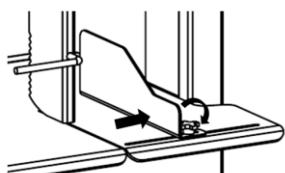
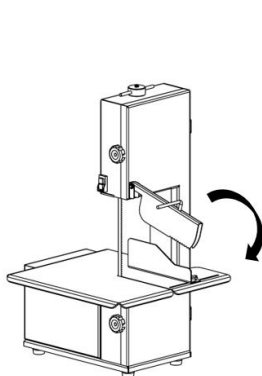
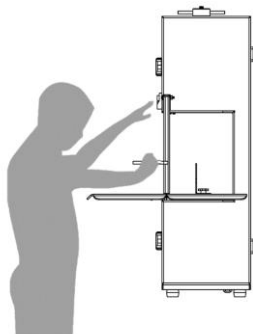

FIG. 5
FIG. 6a
FIG. 6b
1.- Seleccione el espesor del producto a cortar, usando el regulador de corte (11) y apriete la perilla para fijar el regulador (fig. 5).
2.- Levante el Empujador y ponga el producto en la plancha (8).
3.- Encienda la sierra accionando el botón "on" de la caja botonera (12). **Nunca deje la sierra desatendida cuando este funcionando.**
4.- Presionando el producto contra el regulador de corte (11) empiece a cortar utilizando el Empujador para el ultimo tramo a cortar (fig. 6a), **le recomendamos que trabaje de frente al regulador de corte (fig. 6b)**, nuevamente le recordamos, **nunca acerque sus dedos o manos a la cinta sierra, puede tener un grave accidente.**